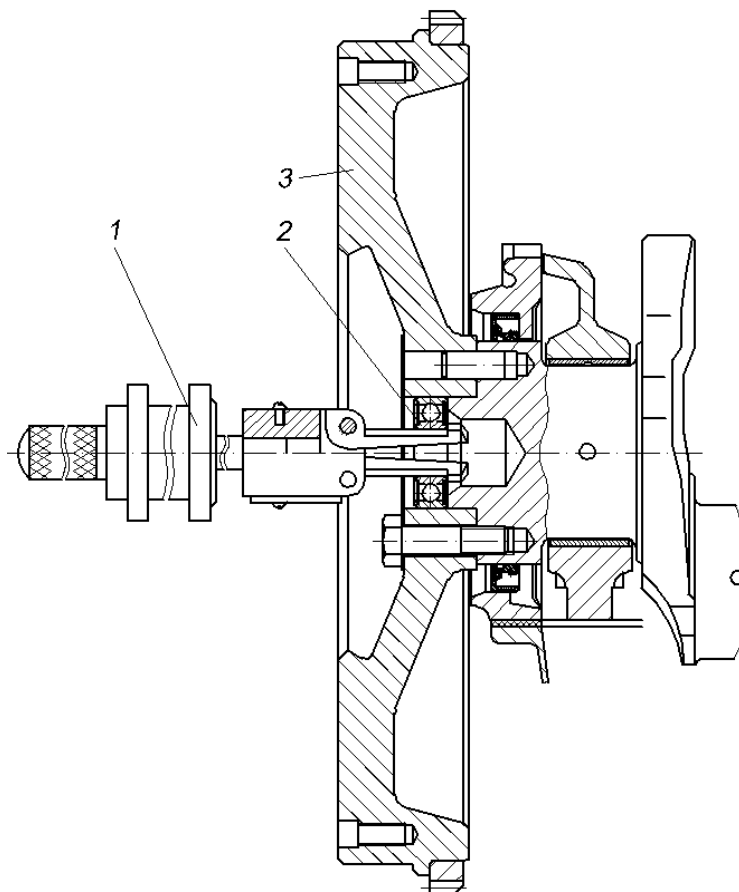

Рис.70. Снятие подшипника первичного вала коробки передач:
- снять с помощью приспособления и съёмника 1 (рис.70) подшипник 2 первичного вала коробки передач из маховика 3;